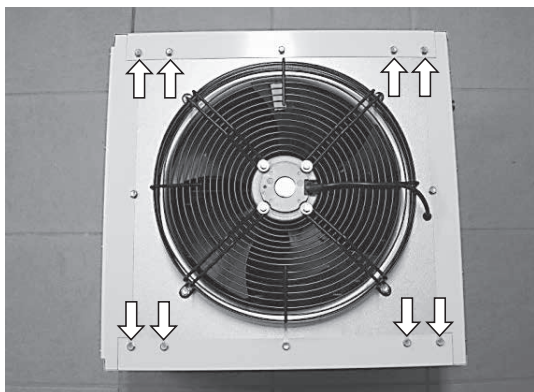

Bild 10
1. Die gemäß Bild 10 mit Pfeilen gekennzeichneten 8 Schrauben herausdrehen.